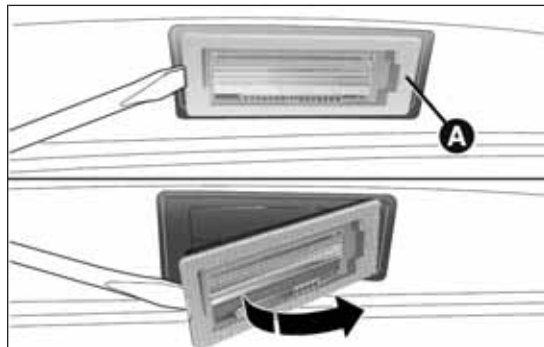

fig. 190
- ❑ retirar el aplique transparente A fig. 190;
- ☐ por último, volver a montar el aplique transparente A fig. 190.